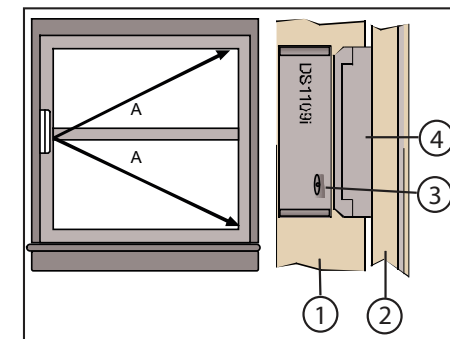

Рис. 3.4. Защита одного окна с использованием магнитного контакта
- Убедитесь, что датчик находится не дальше 3 м от дальнего угла стекла (линия А на рис. 3.4).